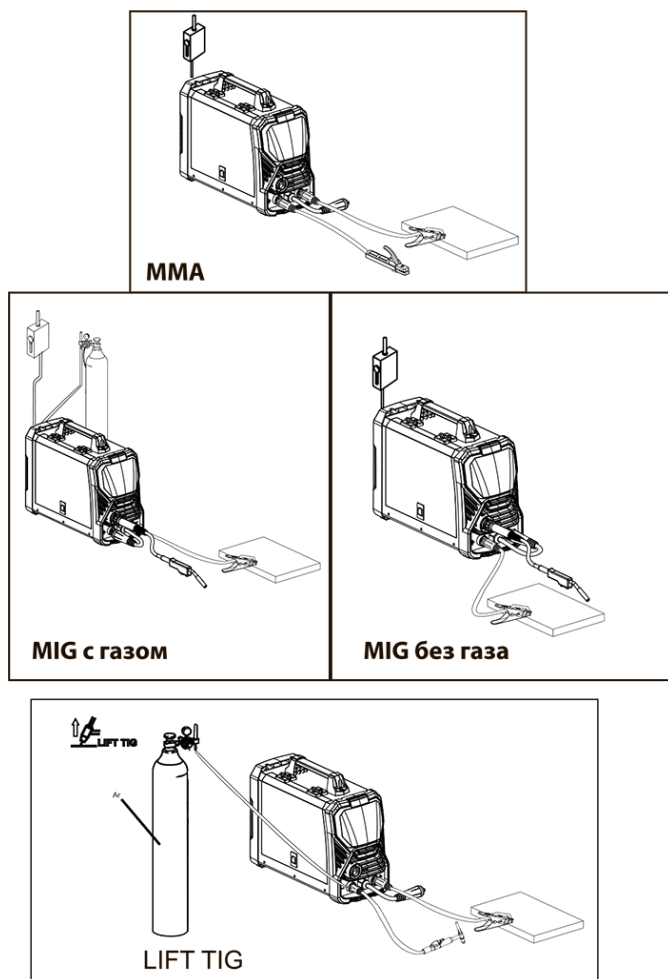

рис.8
**6. СХЕМА ПОДКЛЮЧЕНИЯ** и основные компоненты сварочного полуавтомата в режиме MIG-MAG, LIFT TIG и MMA соединения (рис.8).